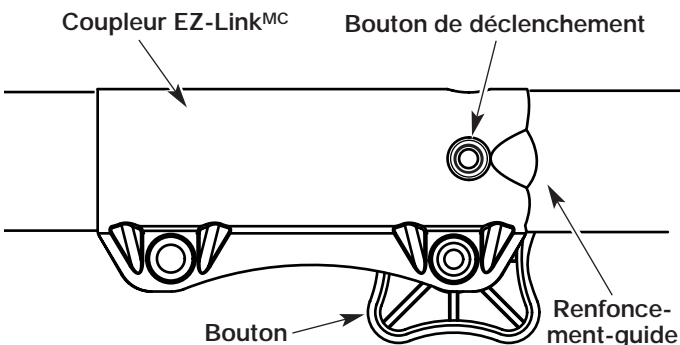

Figure 19
1. Dévissez le bouton vers la gauche (Fig. 19).
2. Appuyez sur le bouton de déclenchement et maintenez-le enfoncé (Fig. 19).
REMARQUE : aligner le bouton de déclenchement avec le renforcement-guide facilitera l'installation (Fig. 19).